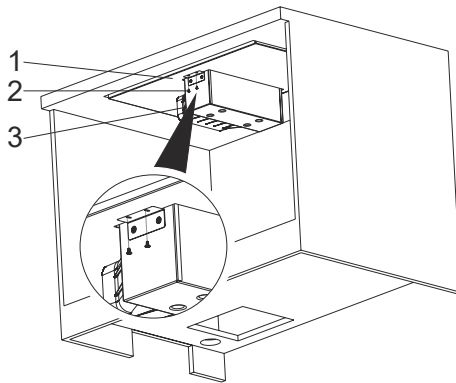

Fig. 11
**4.** Placera behållaren i hålet i mitten av hällen. Fäst den sedan på spishällen med 3,5 x 9,5 skruvar (Fig. 11).